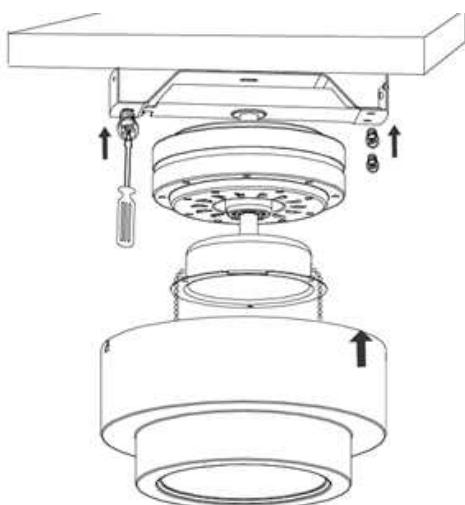

Fig. 6
- Fissare la staffa di montaggio del motore alla staffa con 3 viti. Fig.6